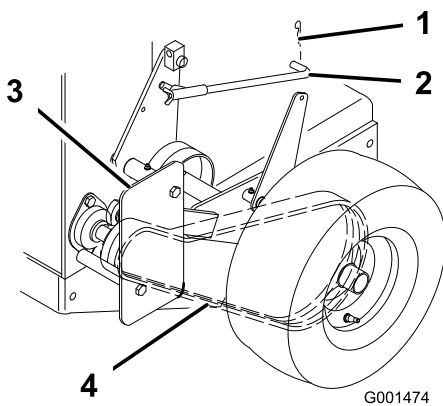

Figure 40
1. Enlevez la goupille fendue qui fixe la tige de frein au bras de frein pour détendre la poulie de tension de la courroie (Figure 40).
2. Enlevez les boulons inférieurs et desserrez les boulons supérieurs du déflecteur pour le faire pivoter et accéder à la courroie (Figure 40).
3. Soulevez la courroie et faites-la passer au-delà de la poulie de tension pour l'enlever de la poulie deentraînement (Figure 40).
6. Fixez le déflecteur avec les boulons retirés précédemment, serrés au couple correct (Figure 40).
7. Fixez la tige de frein au bras de frein avec la goupille fendue (Figure 40).